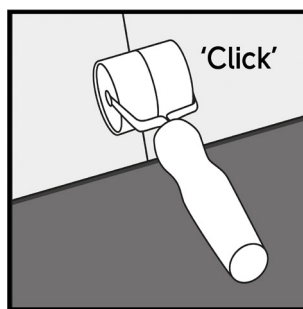

FIG 4
5. Sigue colocando las tablas por toda la sala hasta que la fila esté completa; Usa un rodillo de mano para soporte (Fig. 4). Usa un mazo de goma y un resto del producto solo si es necesario para golpear suavemente el producto. Utiliza una varilla de tracción para tirar del producto a lo largo de los bordes de la cámara (Fig. 5).